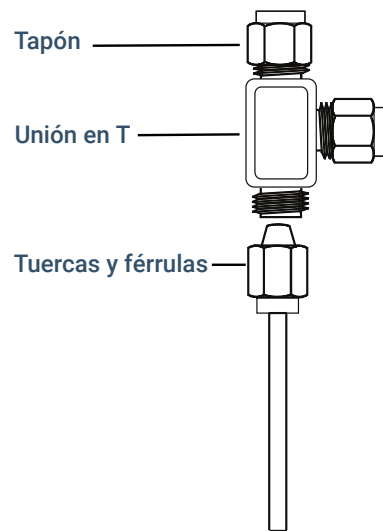

Figura 23. Unión en T Swagelok
1. Corte la tubería por el lugar donde desea colocar la unión en T. Conecte la tubería y la unión en T con una conexión Swagelok. Consulte la **Figura 23**.